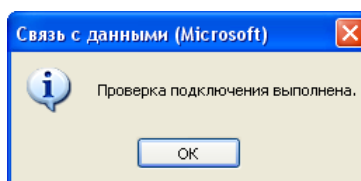

Рис. 7.6—5. Успешная проверка подключения к базе данных
- 5.3.6. Для завершения подключения внешней базы данных Oracle нажать «ОК» (см. Рис. 7.6—4, 6).